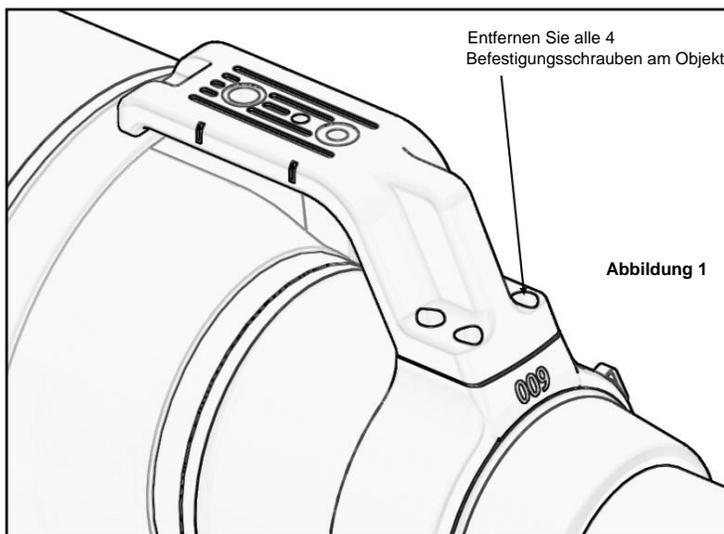

Abbildung 1
**1. Entfernen Sie den Werksfuß vom Objektiv.** Entfernen Sie dazu mit dem beiliegenden Inbusschlüssel alle vier kleinen Befestigungsschrauben an der Unterseite des Objektivfußes (Abb. 1).